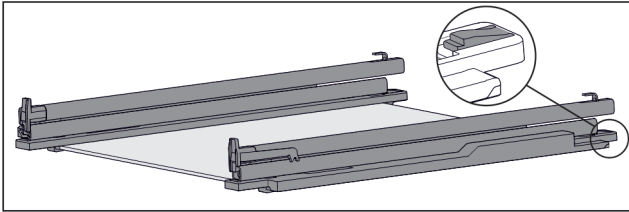

Fig. 58 Ripiano in vetro con guide e fermi
- ▶ Premere il fermo sul lato posteriore (vedere Fig. 58) e allo stesso tempo spingere la guida all'indietro.